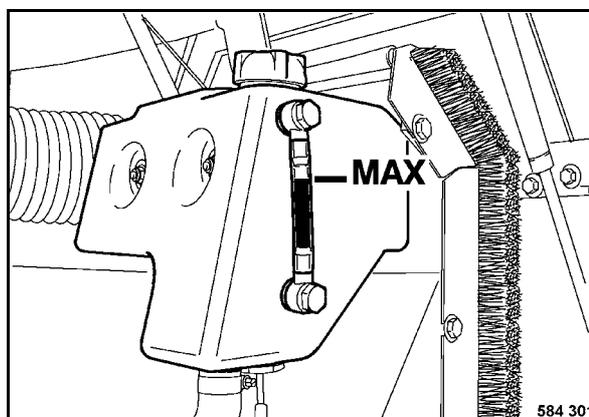

Рис. 128
- Проверить уровень охлаждающей жидкости (Рис. 128).